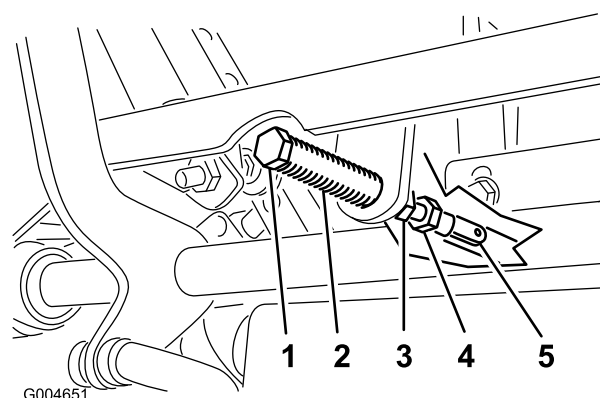

Figura 78
5. Tire hacia atrás de la palanca hasta que el pasador (en el brazo situado encima del eje pivotante) entre en contacto con el extremo de la ranura (empezando justo a tensar el resorte) como se muestra en Figura 78.
7. Si es necesario un ajuste, afloje la tuerca y la contratuerca contra la horquilla (Figura 78).
8. Aplique una ligera presión hacia atrás en la palanca de control de movimiento, gire la cabeza del perno de ajuste en el sentido apropiado hasta que la palanca de control esté centrada en posición de BLOQUEO/PUNTO MUERTO (Figura 78).
9. Apriete la tuerca y la contratuerca (Figura 78).
- Apriete las contratuercas de las articulaciones esféricas (Figura 78).